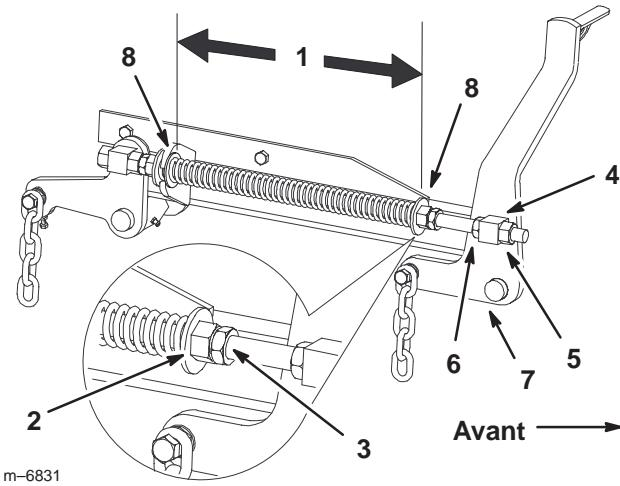

Figure 65
7. Desserrez d'environ 13 mm (1/2 pouce) les écrous de blocage à l'avant des pivots avant gauche et droit (Fig. 65).
8. Réglez les écrous de relevage sur les côtés gauche et droit de la machine de manière à **abaisser l'avant de 6 à 10 mm (1/4 à 3/8 pouce) au point A par rapport au point B à l'arrière** (Fig. 65).
- Vérifiez que les deux grandes rondelles sont espacées de 26,7 cm (10-1/2 pouces) (Fig. 65).
- Réglez cette distance en desserrant l'écrou de blocage du ressort et en tournant l'écrou devant chaque ressort (Fig. 65). Tournez l'écrou dans le sens horaire pour raccourcir le ressort, et dans le sens inverse pour l'allonger.
- Bloquez l'écrou en position en serrant l'écrou de blocage du ressort (Fig. 65).